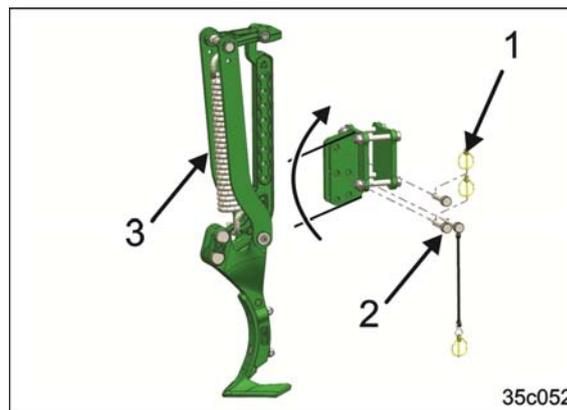

Fig. 126
1. Retirer toutes les goupilles d'arrêt (Fig. 126/1)
3. Retirer tous les axes de fixation (Fig. 126/2)